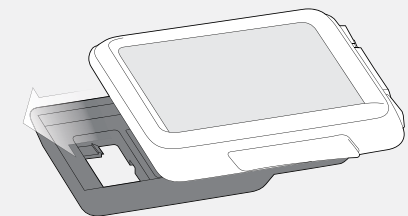

Abbildung 25. Schieben des Computers in die Grundplatte.
7. Schieben Sie das Computeroberenteil auf die Grundplatte (Abbildung 25).
4. Schieben Sie das Computeroberteil auf die Grundplatte (Abbildung 25).